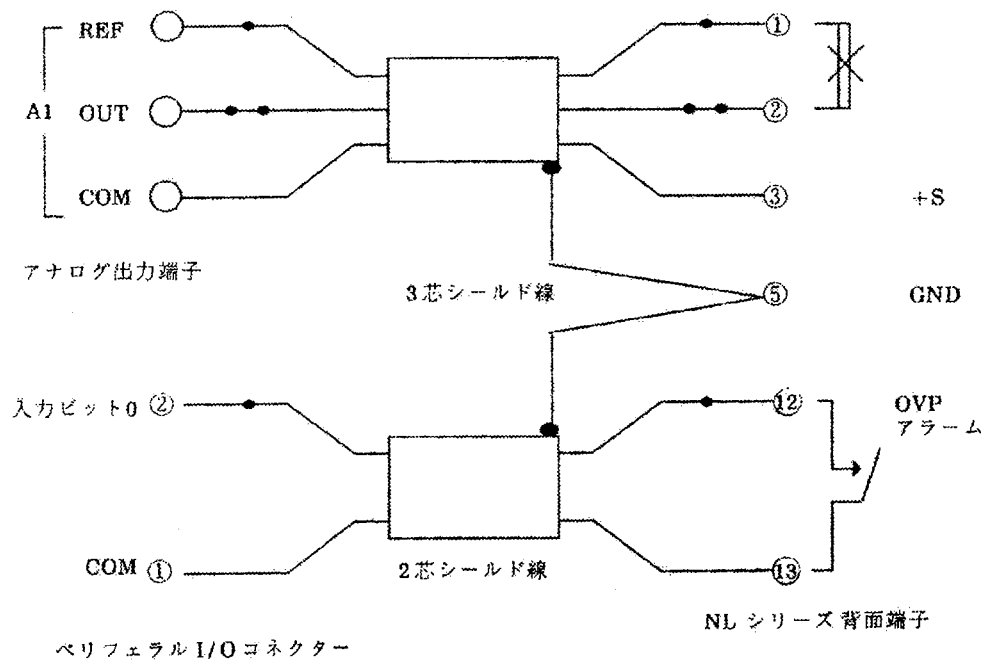

図2-4 NLシリーズとの接続
出力電圧をリモートコントロールしOVP接点出力を入力ポートのビット0に接続する場合を図2-4に示します。
- NLシリーズの①-②間のジャンパー線を取り外してください。
- 図2-4に従いシールド線にて各端子間を接続してください。